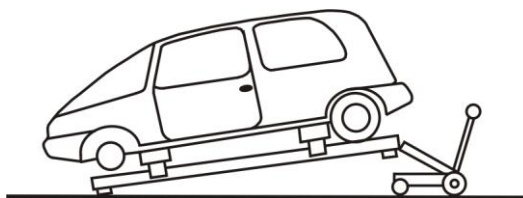

Рисунок 14
8.10. Аналогичным образом проделайте операцию с другой стороны рамы (Рисунок 14).